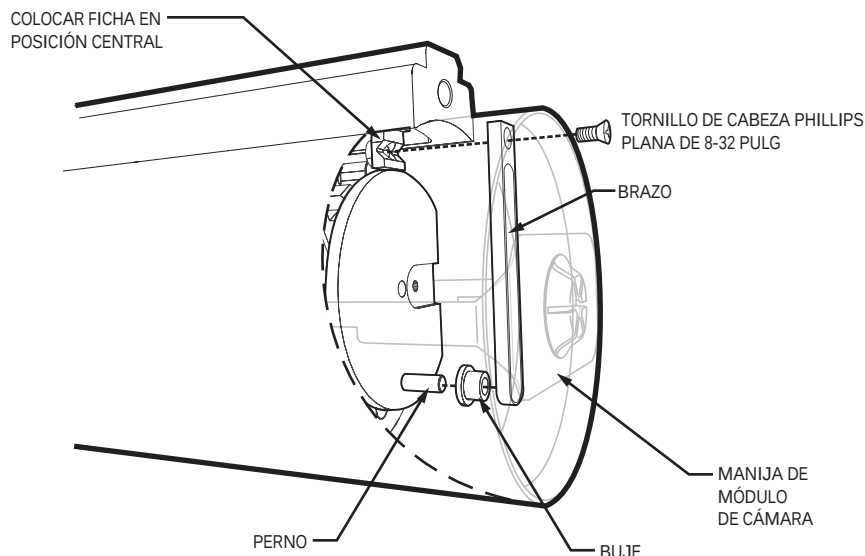

Figura 9. Instale el brazo del limpiador
4. Para instalar el brazo del limpiador, consulte la Figura 9 y proceda de la siguiente manera:
- a. Coloque el buje verde suministrado en el perno localizado detrás de la manija del módulo de la cámara. El buje debe quedar orientado tal como se muestra en la Figura 9.
5. Asegure el brazo del limpiador y el módulo de la cámara por medio del tornillo Phillips de cabeza plana de 8-32 pulgadas suministrado (consulte la Figura 9).